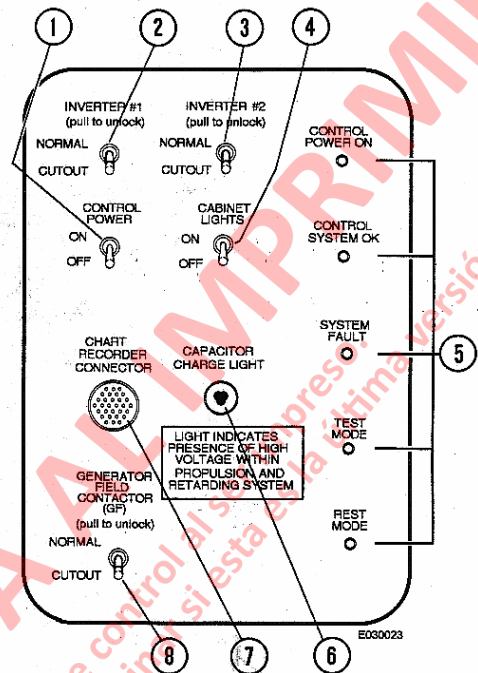

FIGURA 3-1. PANEL DE LA PANTALLA DE INFORMACION
5. Verifique que las luces de VOLTAJE DE ENLACE en el Panel de la Pantalla de Información del gabinete eléctrico (6, Figura 3-1), la caja de contactores en el otro extremo del gabinete eléctrico, y el panel DID en la cabina estén apagadas. *Si permanecen encendidas por más de 5 minutos después de apagar el motor, el sistema de propulsión se deberá inspeccionar para investigar la causa.*
6. Para asegurarse que el enlace no se energizará durante los procedimientos de prueba y reparación, gire el Interruptor de Corte GF (8, Figura 3-1) a la posición CUTOUT tirando la manilla del interruptor antes de mover el interruptor.
NOTA: Las luces de Voltaje de Enlace (6, Figura 3-1) en el Panel de Despliegue de Información del gabinete de control en la caja de contactores no se prueban con luz.
4. Después que el motor ha estado apagado por lo menos durante 5 minutos, inspeccione las luces de Voltaje de Enlace en el Panel de Despliegue de Información (6, Figura 3-1) en el gabinete principal de control, en la caja de contactores y en la pared posterior de la cabina del operador (junto al panel DID). Si todas las luces están apagadas, las rejillas de retardo, los motores de rueda, el alternador y los cables de potencia que conectan estos dispositivos son seguros para trabajar en ellos.